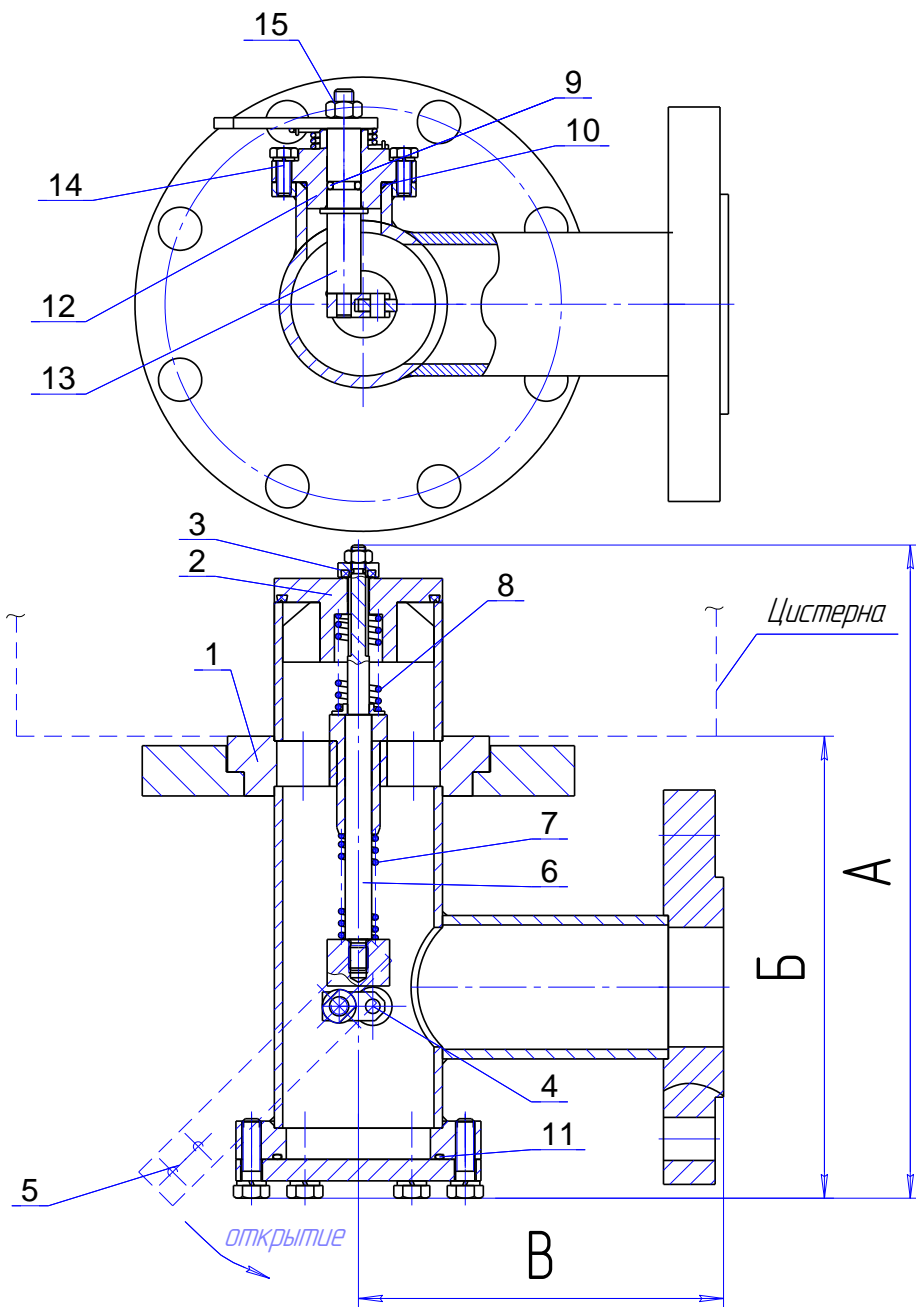

Рис. 1. Клапан. Внешний вид.
8.1. Клапан состоит из следующих основных деталей и узлов (рис.1): корпуса 1, тарелки 2, золотника 3, ручного привода 4 с ручкой 5, пружин 7 и 8. На корпусе клапана имеется радиальная проточка, выполняющая функции концентратора напряжений. Тарелка 2 и корпус 1 образуют основной затвор. Торцевая поверхность тарелки 2 и золотника 3 образуют вспомогательный затвор.
9.5.2 Замена уплотнительных колец ручного привода 4 (см. рис. 1)
Кольцо 011-015-25	Поз. 9 (рис.1)
Кольцо 028-032-25	Поз. 10 (рис.1)
Кольцо 066-071-30	Поз. 11 (рис.1)